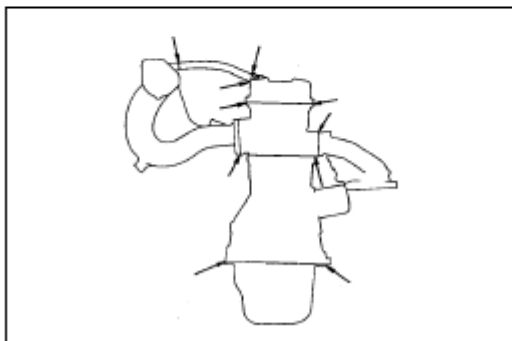

Рис. 51
- (1) После запуска двигателя удалите вакуумную трубку.
- (2) Убедитесь в наличии вакуума на клапане управления фильтром (TEV) при выборе на дисплее инструмента для диагностики пунктов "ACTIVE TEST" (Активный тест) и "PURGE TEV" (Очистка клапана TEV).
- (3) После проведения теста "ACTIVE TEST" (Активный тест), подсоедините вакуумную трубку.
- (4) Запустите на дисплее инструмента для диагностики "ECM DATA MONITOR" (Мониторинг данных электронного блока управления), затем выберите "PURGE TEV" (Очистка клапана TEV) для проверки работы.
- (5) Запустите автомобиль после прогрева двигателя и убедитесь в том, что клапан TEV переключился в открытое состояние (см. Рис.51).